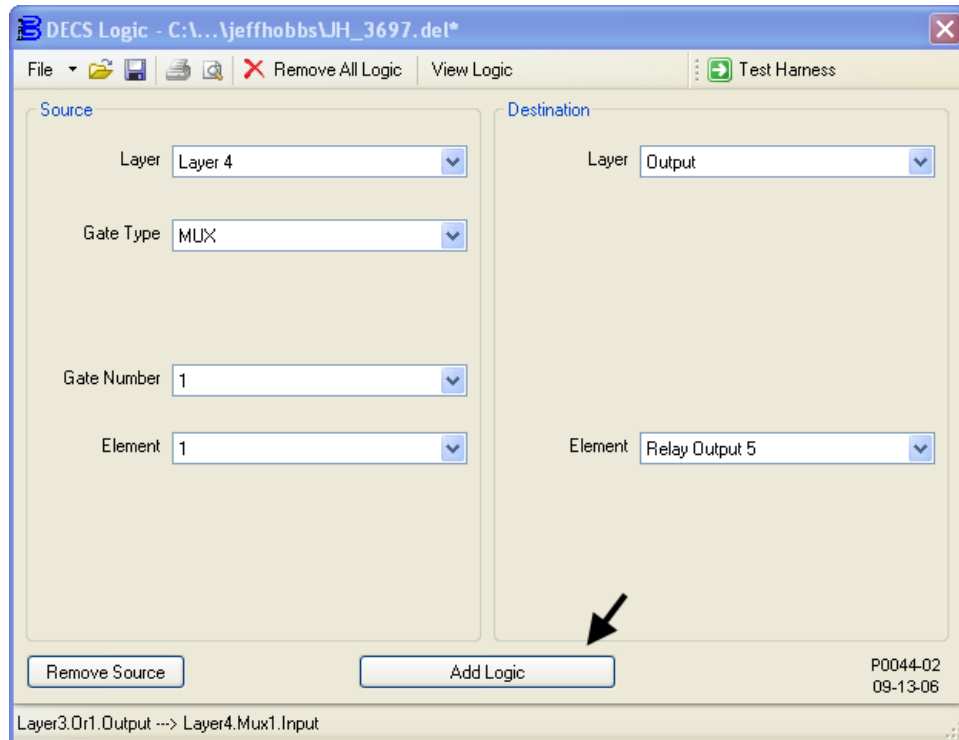

Figura 9-23. Agregar OutputBuffer – Layer4.Mux1.Output1 ---> Relay Output5
4. La Figura 9-23 muestra los ajustes de la ventana DECS Logic (Lógica de DECS) asociados a este paso. Conecte Output1 (salida 1) del Multiplexer 1 (multiplexor 1) en Layer 4 (capa 4) del búfer de salida Output Relay #5 (relé de salida n.º 5). En la Tabla 9-2, esta asociación se identifica como "DESTINATION (DESTINO): OutputBuffer – Layer4.Mux1.Output1 → Relay Output5".